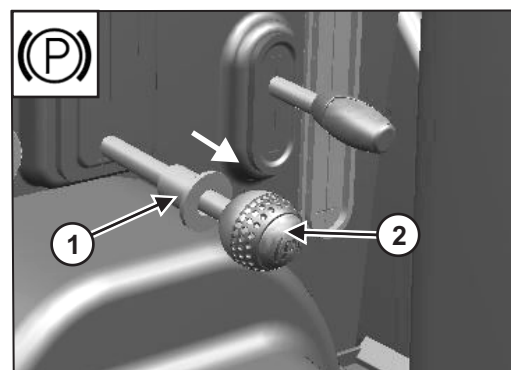

Fig. 4.17
- Puxe a alavanca do travão de estacionamento para cima para acionar o travão de estacionamento (fig. 4.17).
- Pressione o casquilho (1, fig. 4.17) para a frente, empurre a alavanca do travão de estacionamento para baixo e solte o casquilho "1".